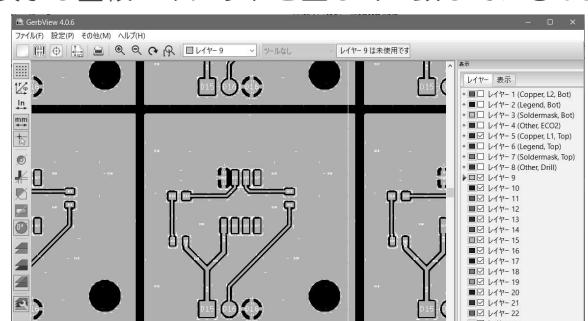

図 12-3
(3) 基板製造データの確認 図 12-3
- ① KiCad マネージャから 「GerbView」を起動します。
- ② 上ツールバー 「現在のレイヤーに新規のガーバーファイルを…」をクリックします。